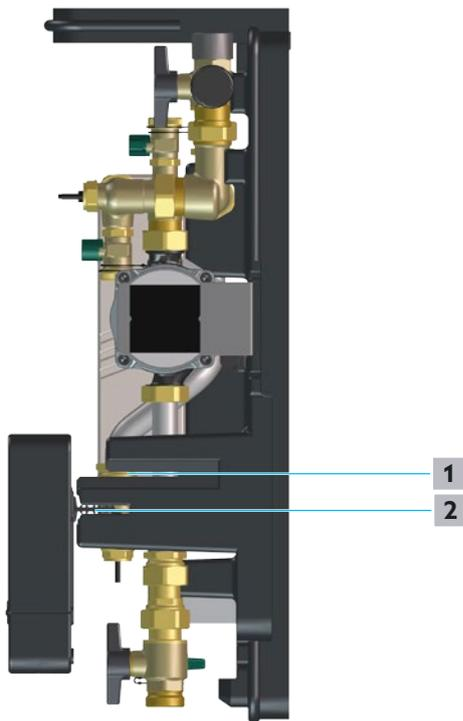

Fig. 21: Position de montage
- 2 Tourner le régulateur et le fixer dans la position de montage comme illustré sur la Fig. 21 en page 28.